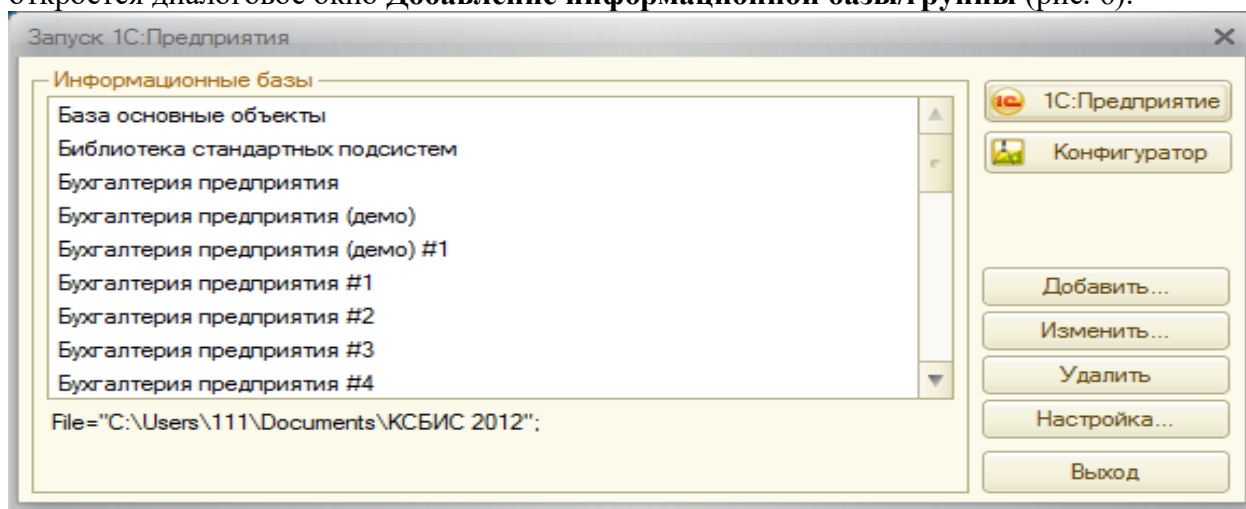

Рис. 6
2. В диалоговом окне **Запуск 1С:Предприятия** щелкните на кнопке *Добавить* - откроется диалоговое окно **Добавление информационной базы/группы** (рис. 6).